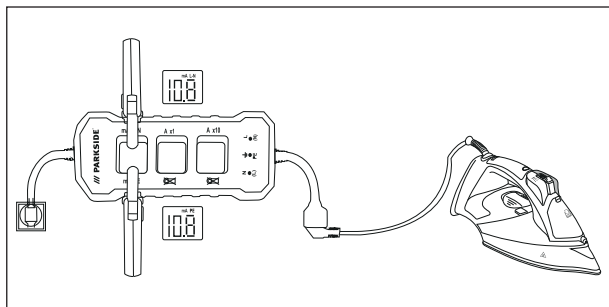

Fig. 2
- 4) Consulte el valor directo de la corriente de fuga (conductor PE) en el anillo **mA PE 7** o el valor indirecto/diferencial de la corriente de fuga (conductor L-N) en el anillo **mA L-N 1** (consulte la fig. 2).